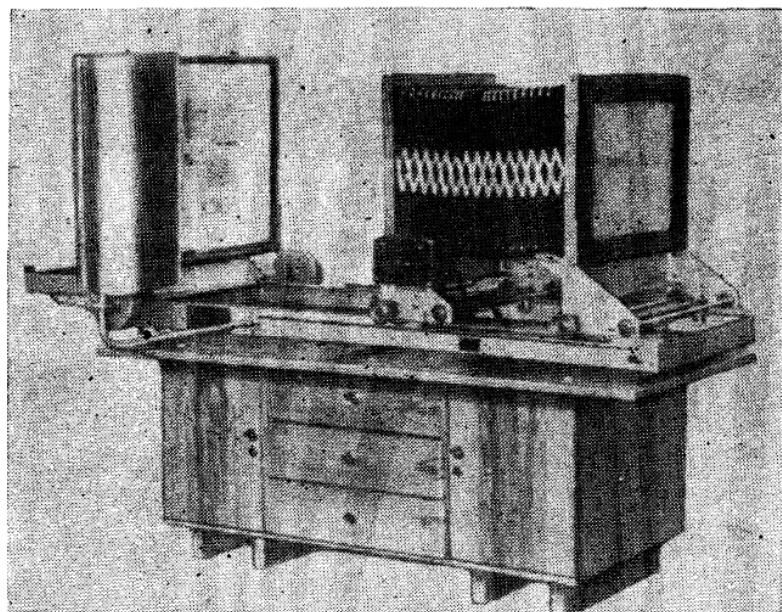

Рис. 46. Электрографическая установка «Эра»
**9.4. Электрографическая установка типа ЭРА** (рис. 46) выпускается в трех вариантах: «ЭРА-1», «ЭРА-М» и «ЭРА-2», применяется для изготовления копий с изменением и без изменения масштаба на обычной бумаге и кальке с текстовых печатных оригиналов, а также